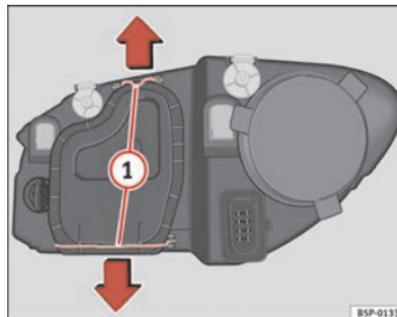

Abb. 179 Abblendlicht
- Die Streben ⇒ Seite 273, Abb. 179 ① in Pfeilrichtung verschieben und den Deckel abnehmen.